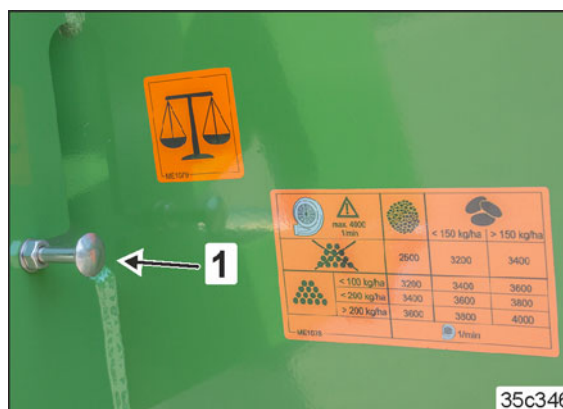

Bild 162
13. Väg gödselmängden eller gödselmängden som fångats upp av vridprovskaren (Bild 162/1, ta hänsyn till behållarens vikt) och multiplicera:
4. Väg gödselmängden eller gödselmängden som fångats upp av vridprovskaren (Bild 162/1, ta hänsyn till behållarens vikt